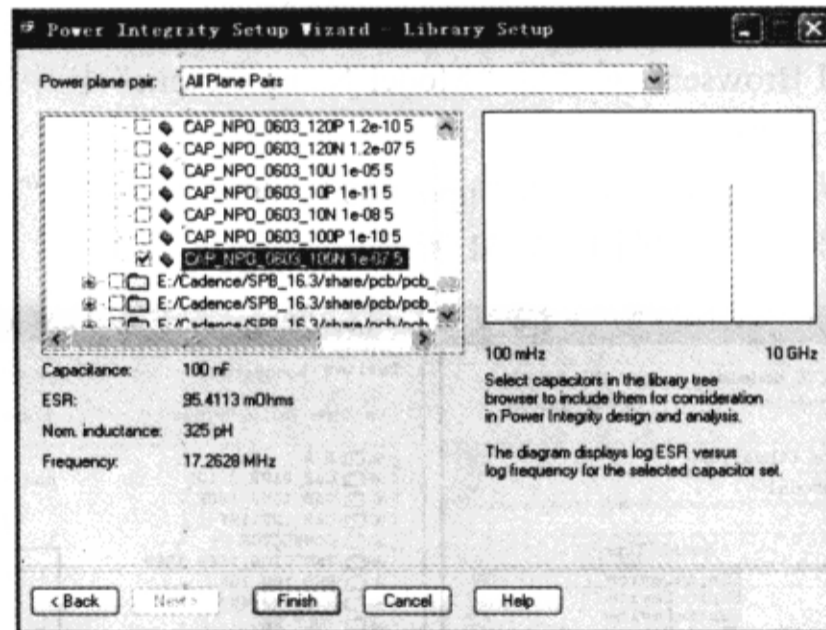

图 10-7-46 选择电容器
(4) 向下滚动电容器列表，单击 CAP\_NPO\_0603\_100N 旁边的复选框选中这个电容器，如图 10-7-46 所示。现在已经选择了这个电容器，并把它指定给了所有的平面层，这样做的目的仅是为了完成电源完整性设置向导，这一步是临时的，不久将取消对这个电容器的选择。